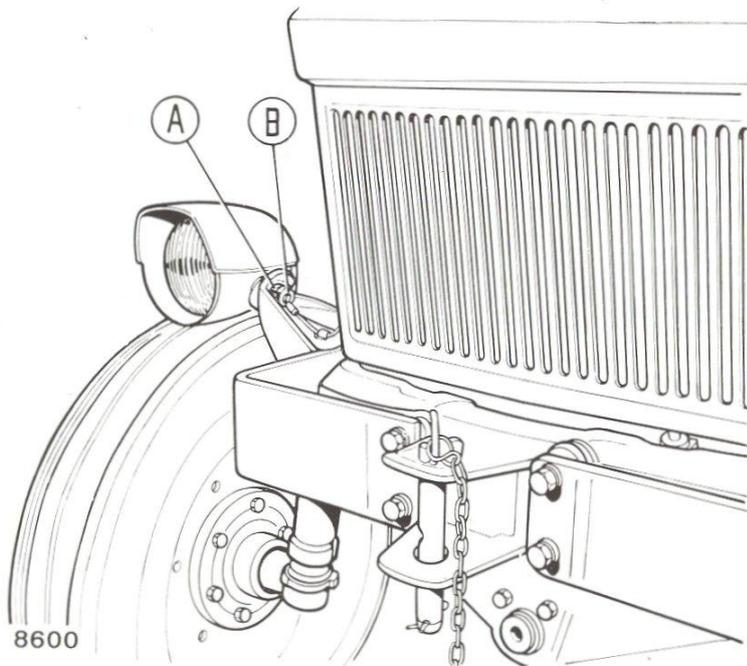

Fig. 28. - Réglage des projecteur avant.
- Pour régler les bandes lumineuses desserrer le contre-écrou **B** et l'écrou **A** (fig. 28), après le dernier réglage, serrer écrou et contre-écrou.